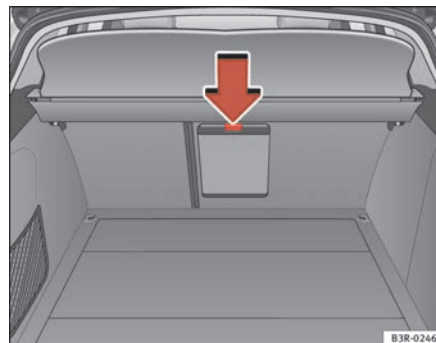

Fig. 128 Pormenor do banco traseiro visto de trás: Tampa do saco para objectos longos
- Prima o botão de desbloqueio da tampa do saco para objectos longos ⇒ página 156, fig. 128 -seta- e rode-o para baixo.